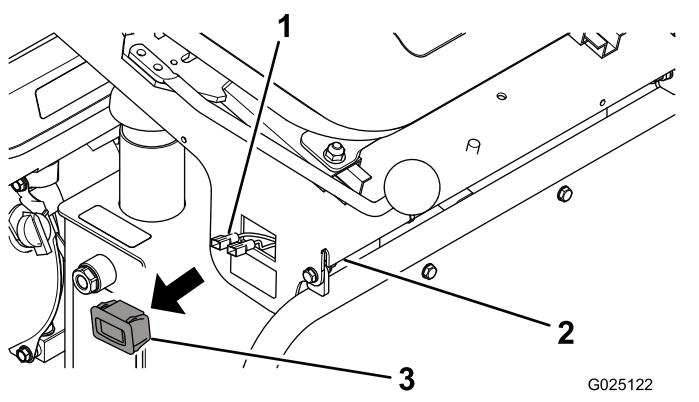

Figura 4
7. Desconecte el arnés de cables del contador de horas existente del contador de horas y retire el arnés de cables del contador de horas (Figura 4).
8. Pulse las pestanas flexibles a ambos lados del contador de horas existente y retírelo (Figura 4).